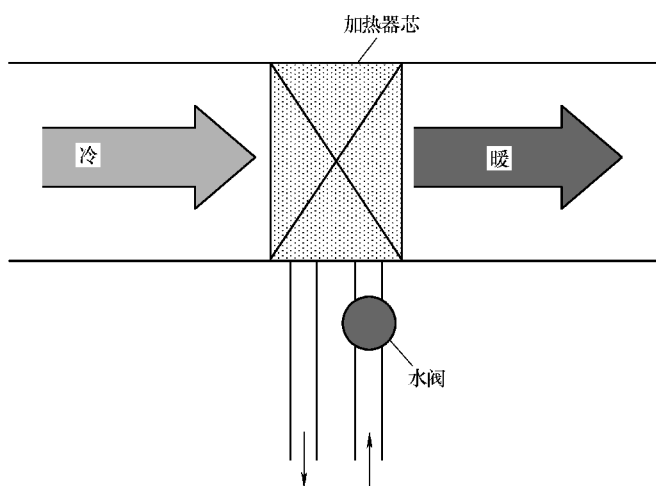

图 7-6 水流量调节型暖风系统
(2) 水流调节型 如图 7-6 所示，这类暖风系统采用前述的水阀调节流经加热器芯的热水量，改变加热器芯本身的温度，进而调节空调出风温度。